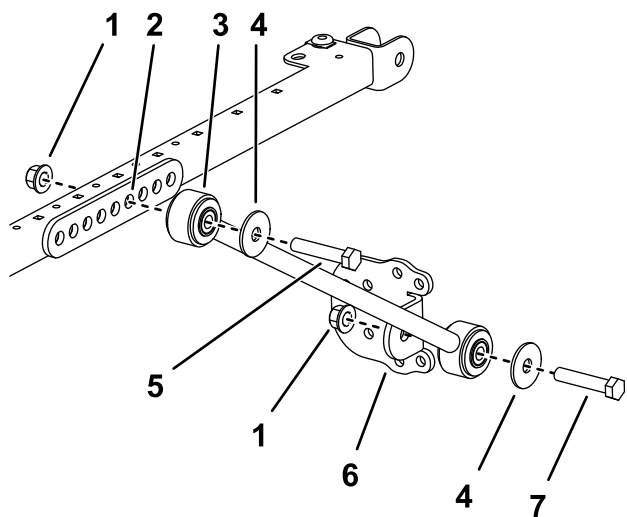

Figura 20
12. Su ciascun lato del telaio del parasole montate, senza serrarla, una biella sul quarto foro del supporto di montaggio dell'ancoraggio con 2 bulloni ($\frac{1}{2}$ " x $2\frac{3}{4}$ ") e 2 dadi flangiati ($\frac{1}{2}$ "), come illustrato nella Figura 20.
13. Montate, senza serrarla, una staffa di ancoraggio su ciascun supporto di ancoraggio con un bullone (1/2" x 2 1/2"), una rondella (1/2") e un dado flangiato (1/2"), come illustrato nella Figura 20.